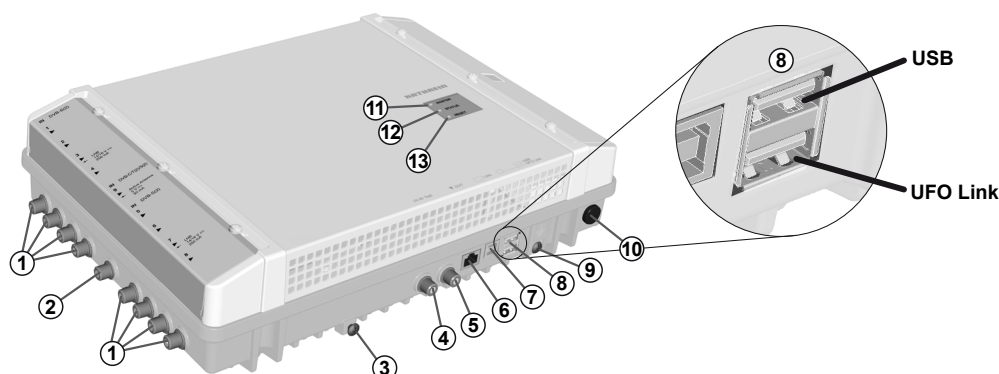

Abb. 1: Geräteelemente
1. Schließen Sie eine Potenzialausgleichsleitung (Cu,  $\geq 4 \text{ mm}^2$ ) an der Erdungsschraube an; siehe ⑨ in Abb. 1, S. 3.
- Die Stecker müssen am Master und Slave in die jeweils passende UFO Link-Schnittstelle gesteckt werden (⑧ in Abb. 1).
4. Schließen Sie die HF-Signalleitungen für Antenne, Kabelnetz und Ausgang an die Kopfstellen an; siehe ①, ② und ③ in Abb. 1, S. 3. Achten Sie darauf, die Ein- und Ausgangsleitungen dem Master und dem Slave richtig zuzuordnen.2)